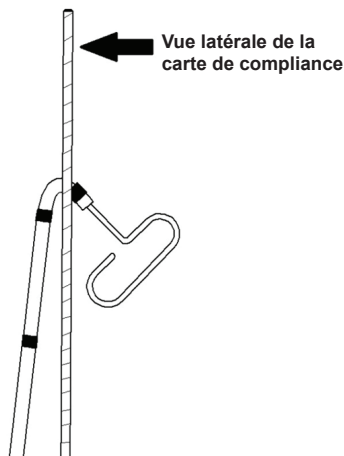

Figure 1 Configuration conformationnée
- Placer le repère de l'embout distal avec le pli en bas et à l'intérieur de la rainure à vapeur. (voir la Figure 1)